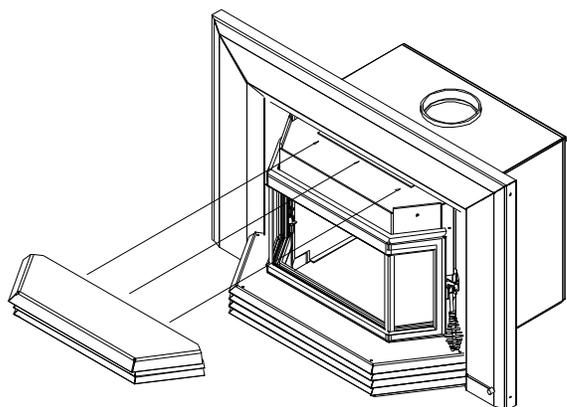

Figure 2.8
9. Le dessus du poêle (surface de cuisson) est installé dans nos ateliers, mais il faut enlever la vis d'expédition avant d'installer la façade (Figure 2.8).